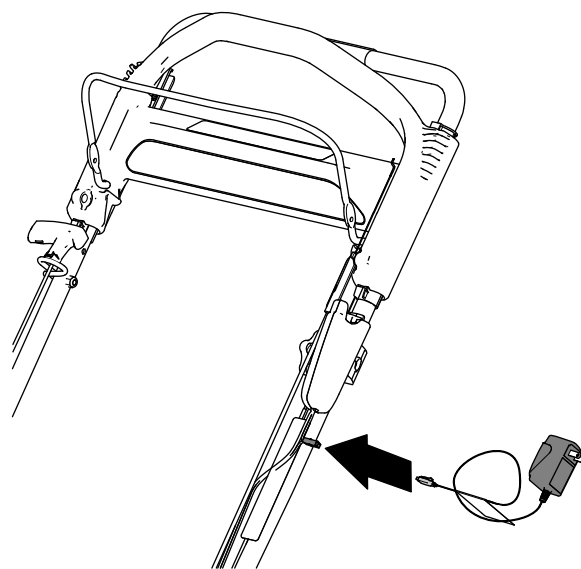

Figura 42
1. Conecte el cargador al arnés de cables situado debajo del botón de arranque eléctrico (Figura 42).